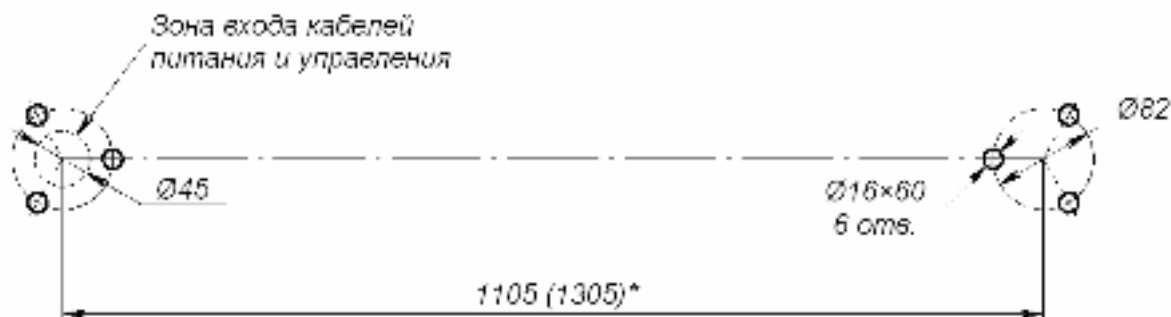

Рисунок 13 Расположение отверстий под анкерные болты во фланцах стоек поворотных секций ограждения
1. Разметьте центры установки стоек секции ограждения. Для нормальной работы электромагнитного УБ необходимо обеспечить расстояние между стойками $1105 \pm 2 \text{ мм}$ – для секции ограждения с шириной прохода 1 м и $1305 \pm 2 \text{ мм}$ – для секции ограждения с шириной прохода 1,2 м (см. рисунок 13 и таблицу 4).
3. Подготовьте в полу кабельный канал для проводов цепи питания и управления (см. рисунок 13).